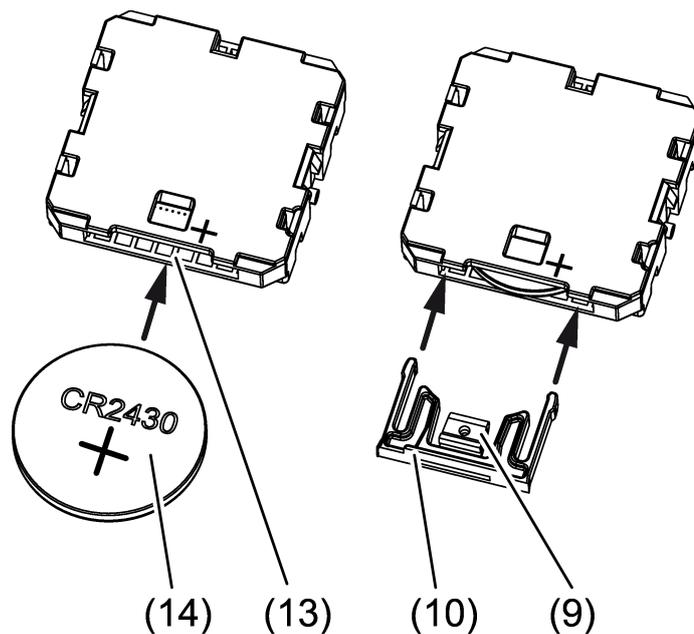

Bild 5: Batterie einsetzen
- Batterie (14) polrichtig, siehe Gehäuseaufdruck, in das Batteriefach (13) schieben (siehe Bild 5).
- Batteriefachdeckel (10) in das Batteriefach (13) schieben bis die Lasche (9) einrastet (siehe Bild 5).